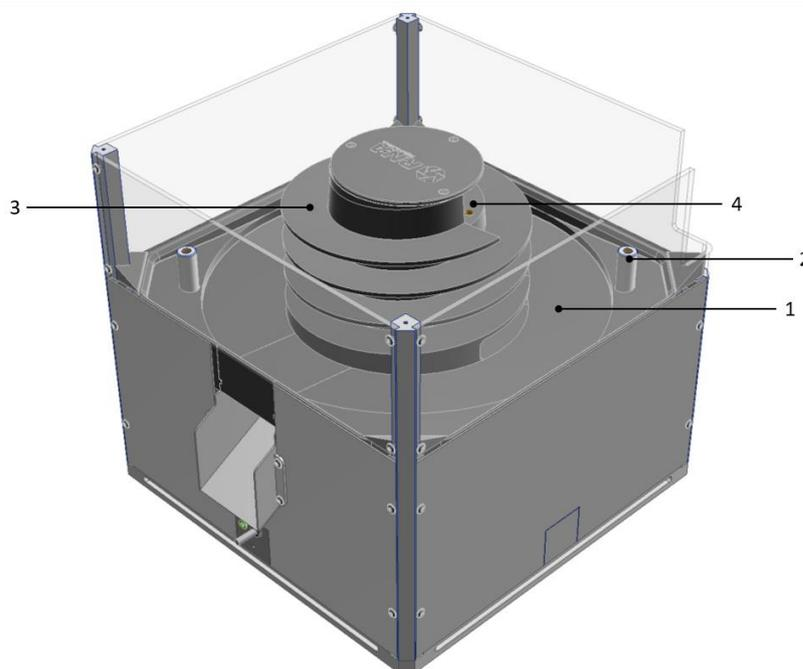

Fig. 2 : ROTU M sans outillage
La figure 2 montre un ROTU M sans outillage. Les produits à convoyer sont vidés dans le châssis (1) du ROTU M qui sert au stockage, puis remontent la spirale (3) vers l'outillage. Chaque outillage est fixé sur les quatre tiges porteuses (2) au moyen de quatre vis M8 fournies avec l'unité. Sur la spirale interne se trouvent deux douilles Ensats (4), permettant de fixer des éléments de mise en ordre supplémentaires (spécifiques au produit) au moyen de vis M8.